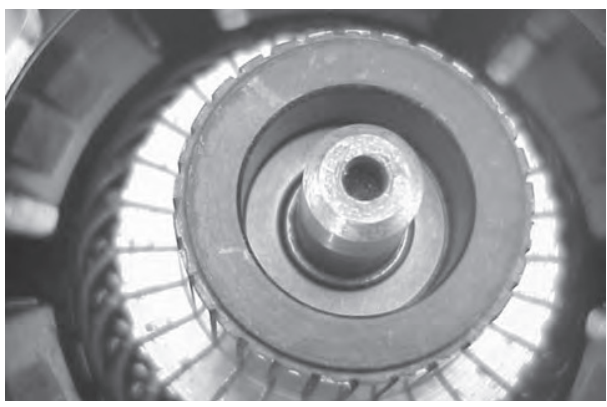

Abbildung 8-66. Installation der Verschlusslasche.
9. Die flache Verschlusslasche auf dem Ende des Umschalters der Ankerwelle installieren. Siehe Abbildung 8-66.